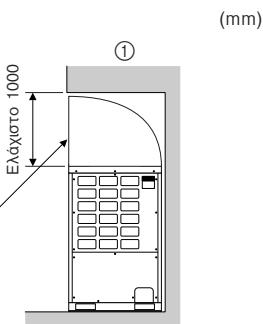
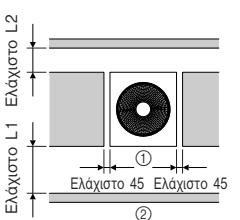

Fig. 2-5
Fig. 2-6
① Αν υπάρχει λίγος χώρος ανάμεσα στη μονάδα και το εμπόδιο (Fig. 2-5)
② Τοποθετήστε οδηγό εξαγωγής αέρα. (Θα τον προμηθευτείτε από το εμπόριο)
(3) Αν η εισαγωγή αέρα γίνεται από τη δεξιά και την αριστερή πλευρά (Fig. 2-6)